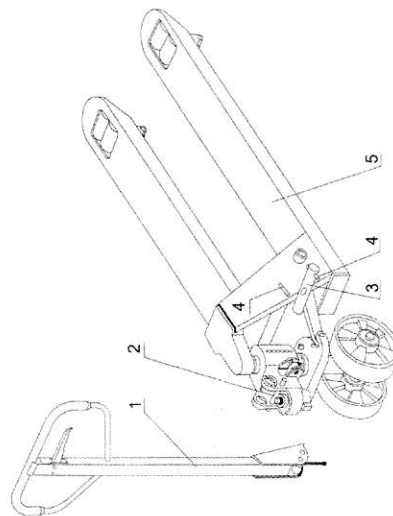

Рисунок 1
**2.3.** Прижмите книзу буксирную вагу (110), удалите штифт (№ 2) (см. рис. 1).